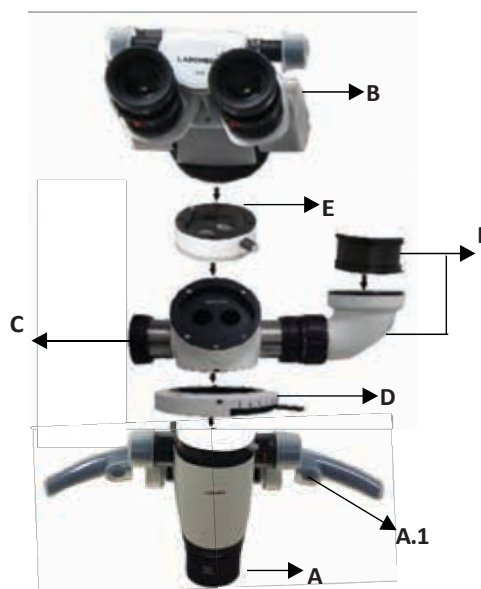

Fig. 21
- b. Gire el anillo de enfoque fino indicado como (A) en la fig. 21 para lograr un enfoque preciso.